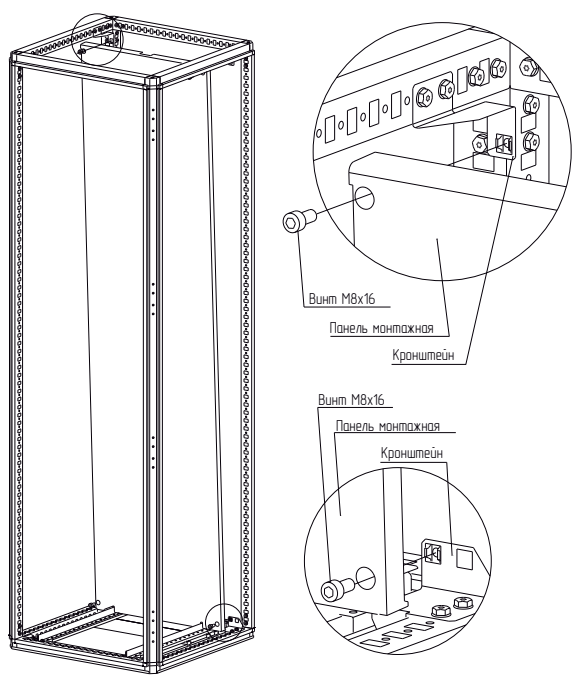

Рисунок 2
4.1.4 Прислонить панель монтажную полную к кронштейнам и закрепить винтами М8×16 (рисунок 2). Момент затяжки – 10 Н·м.